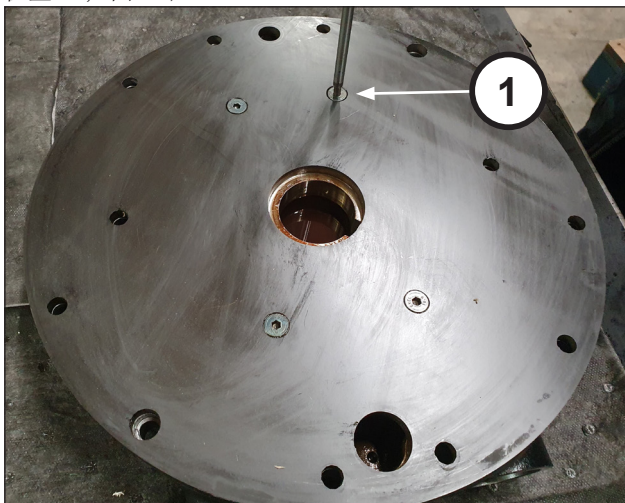

图 94
将油泵板放置在油泵体上，并使用适当的螺钉将其固定（位置 ①，图 94）。